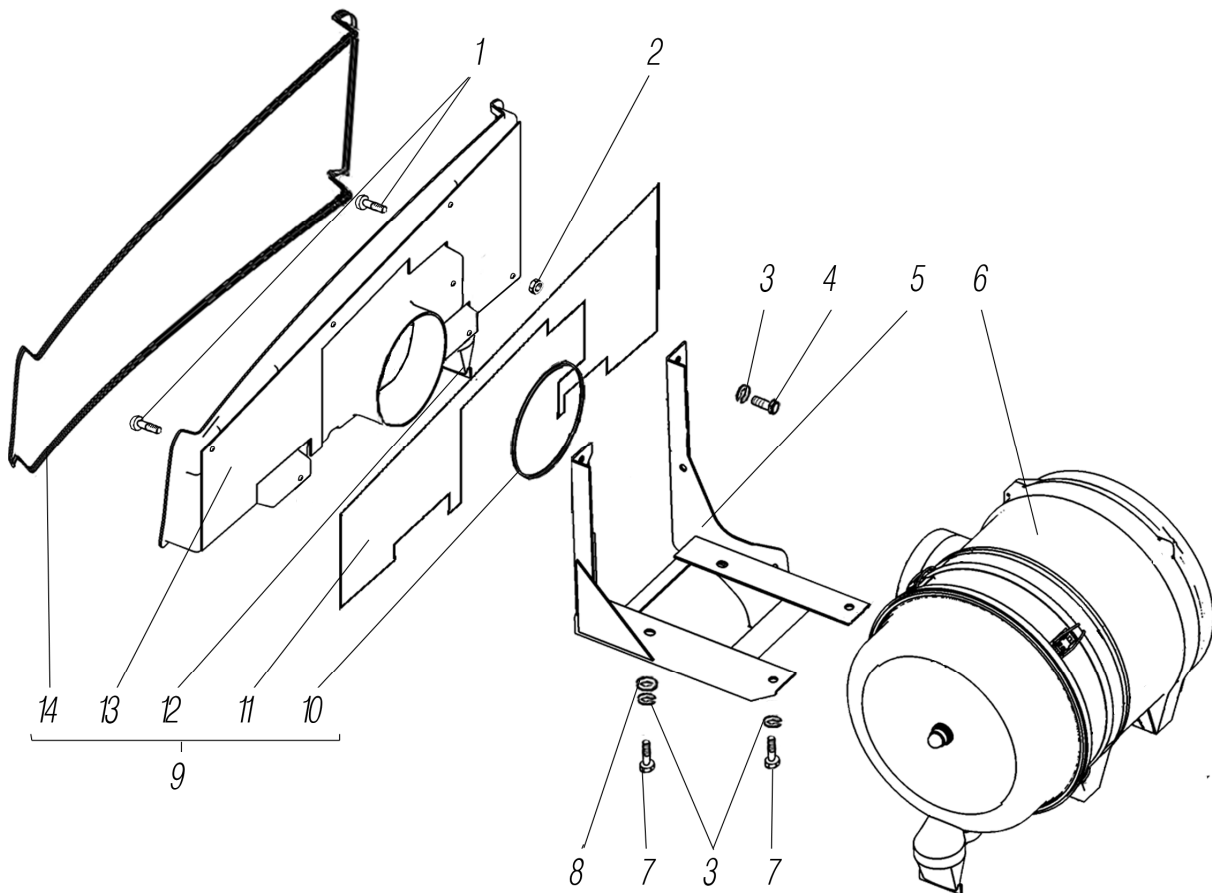

Рисунок 1.9
*¹ См. рисунок 1.9
See figure 1.9